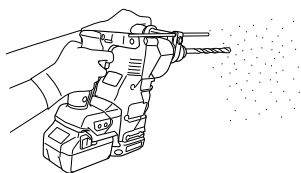

Fig. 19
- (1) Montar la broca.
- (2) Presionar el interruptor de gatillo después de poner la punta de la broca en la posición para taladrar. (Fig. 19)
Si la broca entra en contacto con la barra de hierro de construcción, la broca se detendrá de forma inmediata y el martillo perforador reaccionará al giro. Por lo tanto, agarre bien el asa lateral y el asidero como se muestra en la Fig. 19.